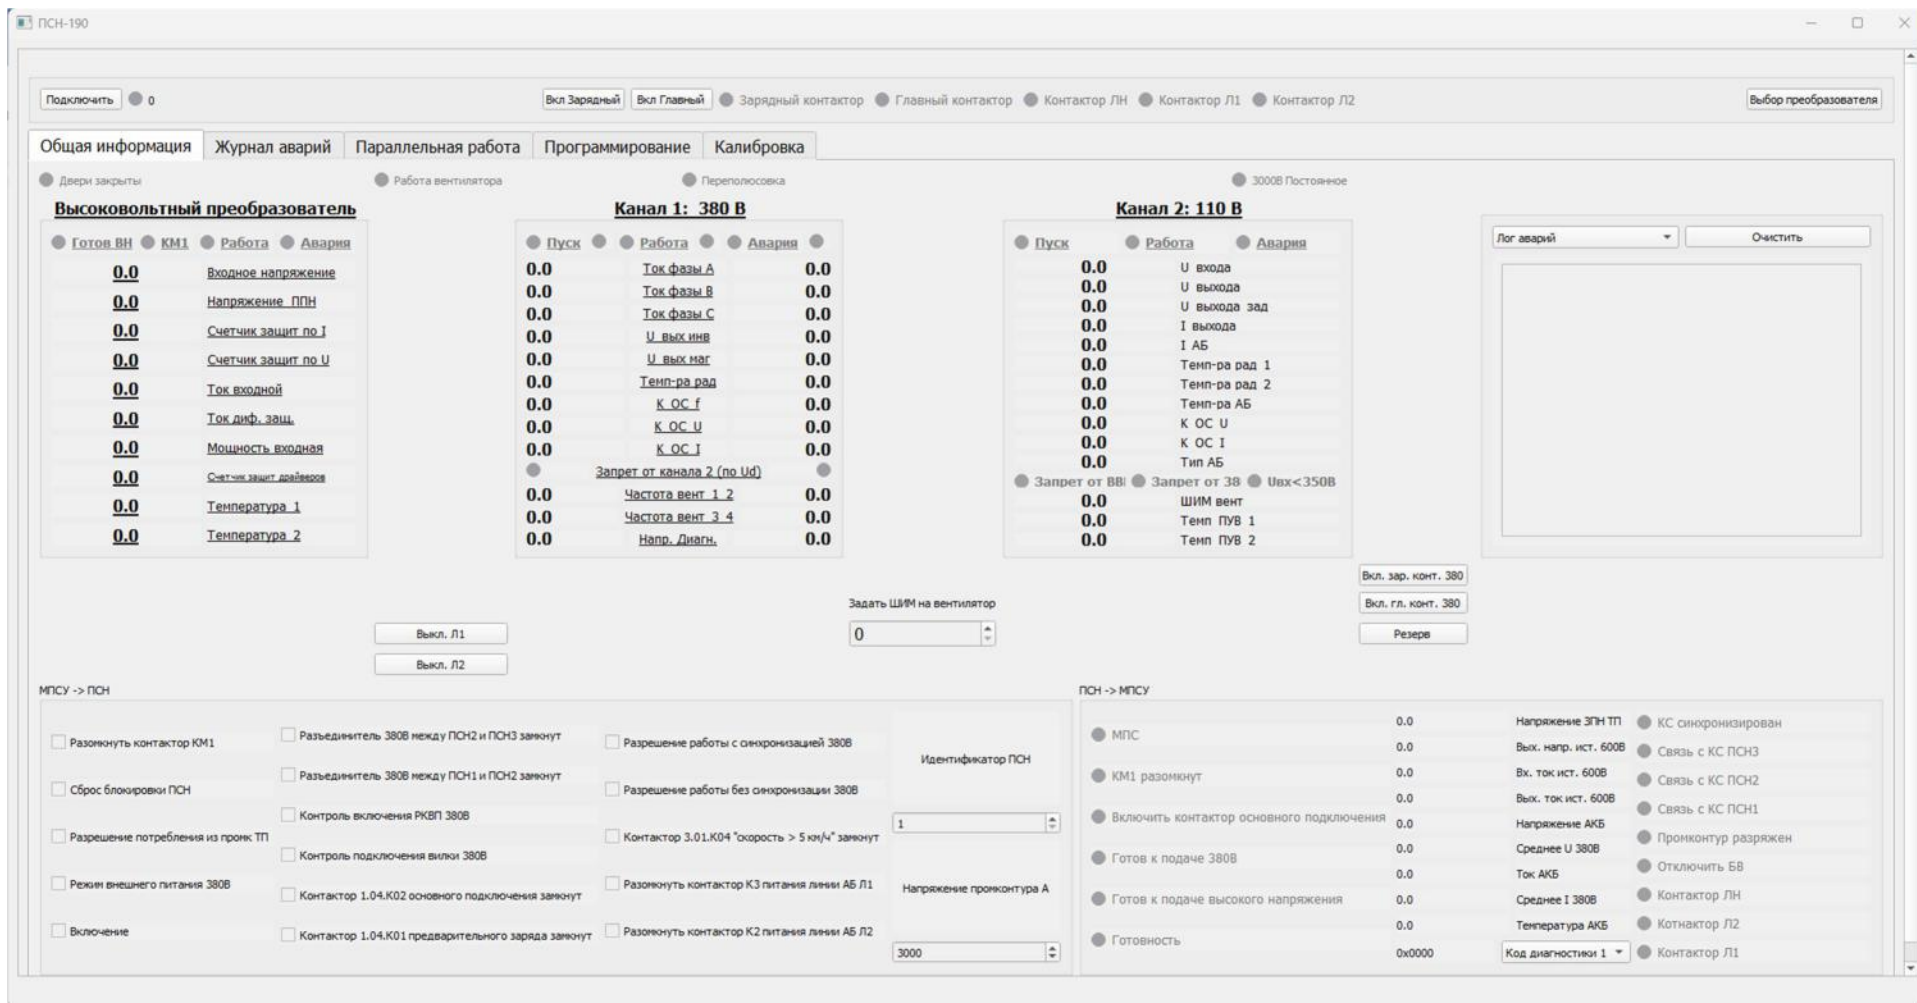

Рис. 2 – Основные параметры ПСН-190
3. В зоне «ПСН» необходимо нажать кнопку «ПСН-190» и наблюдать появление окна с параметрами преобразователя (рис. 2).